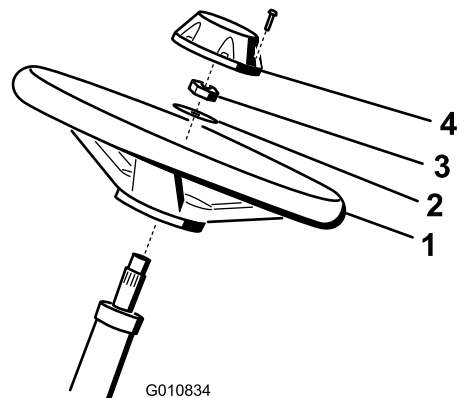

Figure 3
1. Glissez le volant sur l'arbre de direction (Figure 3).
2. Glissez la rondelle sur l'arbre de direction (Figure 3).
3. Fixez le volant sur l'arbre (Figure 3) à l'aide d'un écrou de blocage serré à un couple de 27 à 35 N·m.
4. Fixez le couvre-moyeu au volant avec une vis (Figure 3).